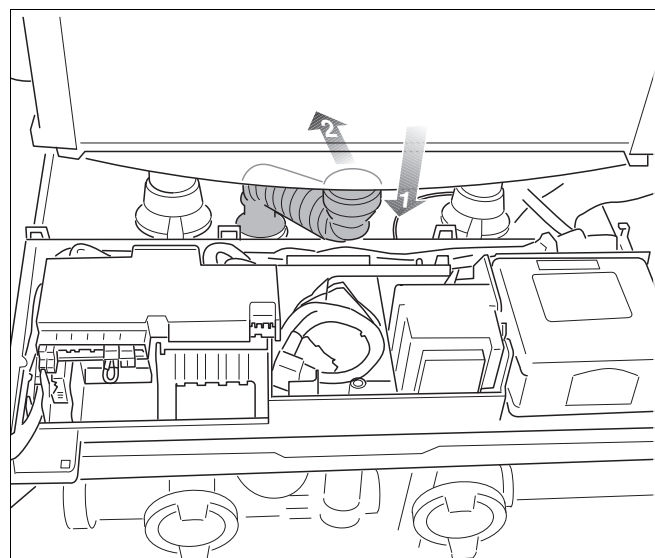

Fig. 93 Rimuovere la coppa di raccolta ondulado
- Staccare il tubo flessibile di scarico condensa e inclinarlo verso la parte posteriore (fig. 93).